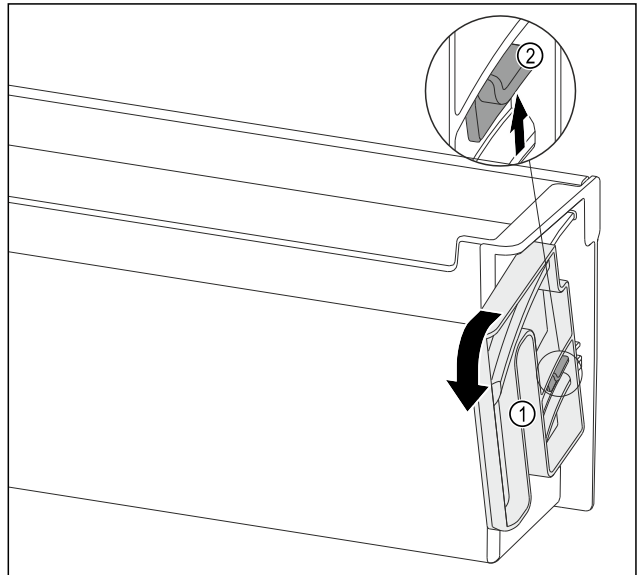

Fig. 114
- Tourner l'unité de rotation Fig. 114 (1) dans le sens indiqué jusqu'en butée.
- Pousser la languette Fig. 114 (2) vers le haut et retirer l'unité de rotation Fig. 114 (1).